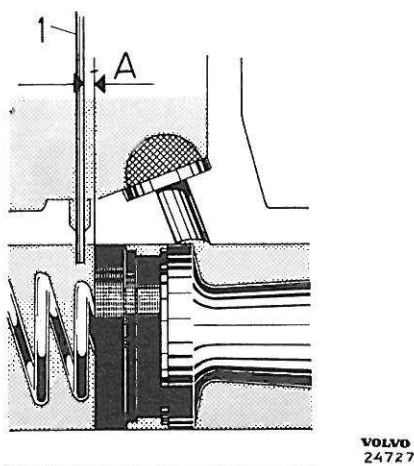

Fig. 46. Vérification de l'orifice d'expansion.
4. S'assurer que l'orifice d'expansion n'est pas bouché en y introduisant un fil de 0,5 mm comme le montre la Fig. 46. Le piston doit pouvoir être enfoncé de 0,5 mm environ avant que le fil ne soit bloqué. Veiller à ne pas endommager la garniture de piston. S'assurer également que la tige de commande (5) a un jeu entre le piston et la rondelle. Ce jeu est d'environ 1 mm et n'est pas réglable.
5. Remonter le capuchon caoutchouc (6) après l'avoir bien graissé avec de la graisse à caoutchouc.